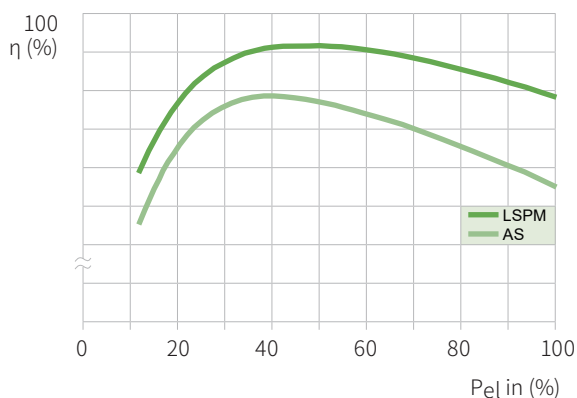

図1: LSPMとASモータの比較: 入力電力 (相対比) に対するモータ効率
- // かご型ロータによる非同期 (AS) モータ始動
- // モータの広い運転範囲での効率向上 (図1参照)